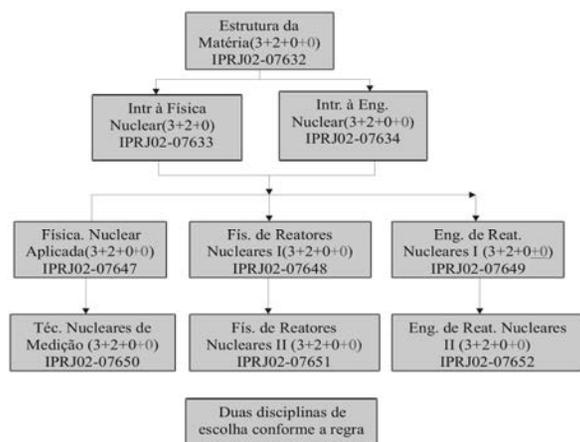

Figura 3: Representação Esquemática da Ênfase em Energia Nuclear.
**Regra para a conclusão da Ênfase em Energia Nuclear** - Para a conclusão da ênfase em Energia Nuclear o(a) aluno(a) deverá cursar vinte e oito créditos, sendo que as disciplinas Introdução à Física Nuclear - R, Introdução à Engenharia Nuclear - R e Estrutura da Matéria - R são obrigatórias, e totalizam doze créditos. Após cursar este núcleo comum, os(as) alunos(as) optam por uma sub-área e cursam um par de disciplinas, representando 8 créditos: Física Nuclear Aplicada e Técnicas Nucleares de Medição; Física de Reatores Nucleares I e II; ou Engenharia de Reatores I e II conforme o esquema da Figura 3. As disciplinas restantes devem totalizar oito créditos e podem ser escolhidas entre as das outras ênfases do curso (Tabelas II, III e IV), ou nas disciplinas dos Departamentos de Modelagem Computacional (listadas na Tabela VI) e de Engenharia Mecânica e Energia (listadas na Tabela VII).
Na Figura 3 é apresentada uma representação esquemática da ênfase em Energia Nuclear.